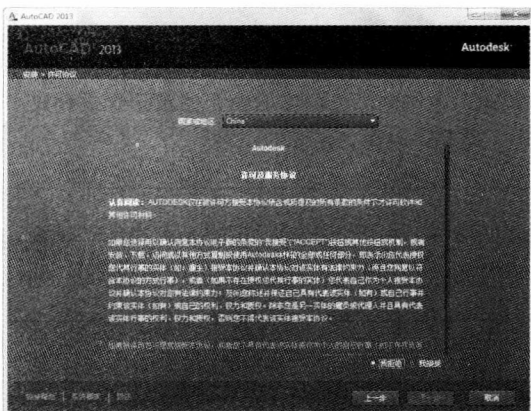

图1-3 接受许可协议
❸ **03** 执行步骤2后，会弹出如图1-3所示的界面，显示软件的许可协议，用户若选择接受协议，则可以进行下一步的操作，否则不能进行安装工作。这里选中“我接受”单选按钮，单击“下一步”按钮，继续进行安装操作。